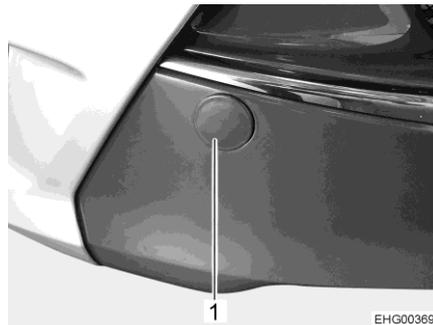

Fig. 40 Couvercle pour la fixation de l'œillet de remorquage
- Retirer le couvercle (Fig. 40,1).